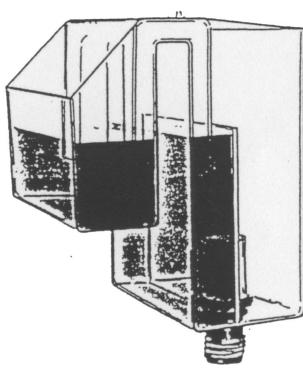
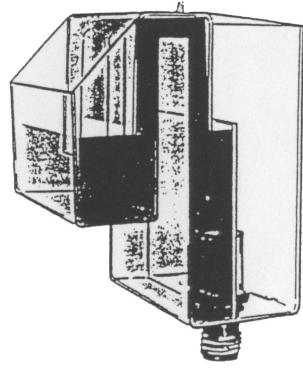

Abb. 3
Abb. 4
5. Füllen Sie die Kammer vor dem Ablauf mit Aquarienwasser (Abb. 3). Zum Start des Überlaufes muss die Luft aus dem Überlaufkasten gesaugt werden. Dazu wird am oberen Anschlussnippel ein Luftschauch angeschlossen und dieser entweder an eine Strömungspumpe (s. Abb. 4) angeschlossen oder abgesaugt.